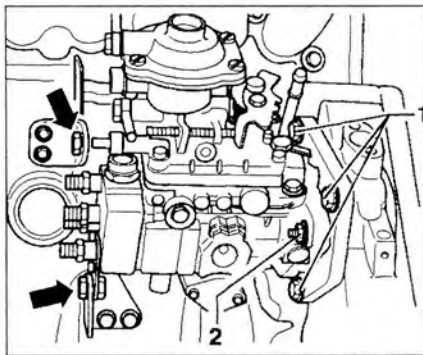

Рис. 4.43. Открутите болты крепления обоих кронштейнов топливного насоса (стрелки). Открутите три болта **1** крепления корпуса насоса.
8. Открутите болты крепления обоих кронштейнов топливного насоса (стрелки) (рис. 4.43). Открутите три болта **1** крепления корпуса насоса.
14. Затяните болты **1** крепления корпуса рукой (рис. 4.43).
16. Затяните гайки **2** до 20 Нм, болты **1** и опорные болты (**стрелка**) крепления кронштейнов до 20 Нм (рис. 4.43).
8. Для регулировки ослабьте гайки **2** болтов крепления задней опоры топливного насоса (**стрелка**) (рис. 4.43).
10. Затяните гайки **2** до 20 Нм, болты **1** и опорные болты (**стрелка**) крепления кронштейнов до 20 Нм (рис. 4.43).